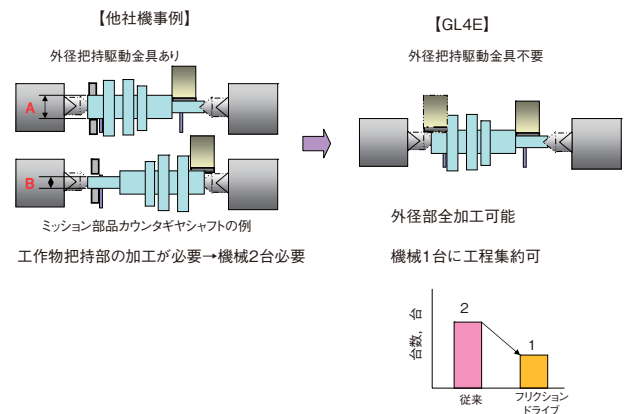

図 2 両側駆動主軸台
- (1) 両端部を研削する工作物の場合、従来、駆動金具やチャックがあると工作物の端部が研削できないため、2 工程に分割し、ローダなどの反転装置を用い 1 台の機械で研削するか、あるいは 2 台の機械を必要としたが、本主軸台があれば、1 台の機械で 1 工程の研削加工が可能である (図 2)。